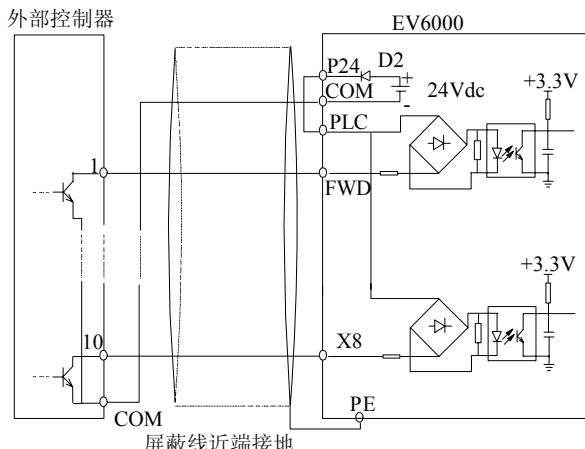

图 4-19 使用变频器内部+24V 电源的源极连接方式
1) 使用变频器内部+24V 电源, 外部控制器为 NPN 型的共发射极输出的连接方式, 如图 4-19 所示。